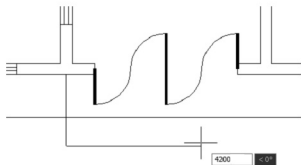

图 2.102 光标向右拖动并输入“4200”
⑥ 在**指定下一个点或 [圆弧 (A)/ 半宽 (H)/ 长度 (L)/ 放弃 (U)/ 宽度 (W)]**：提示下，将光标水平向右拖动，输入“4200”后按 Enter 键，如图 2.102 所示。